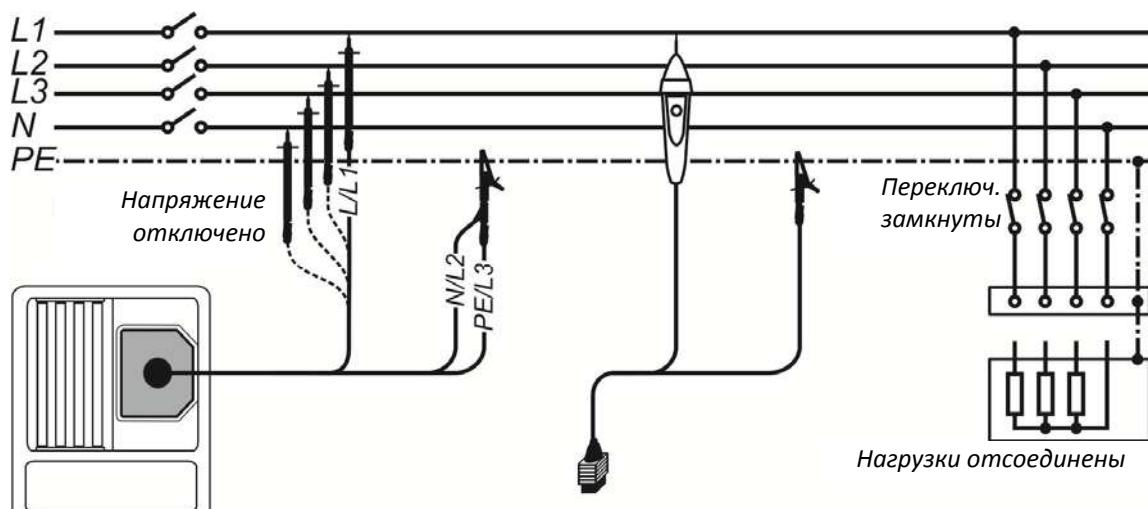

Рисунок 5.3: Подключение 3-проводного тестового кабеля и щупа с наконечником «Tip commander» ( $U_N \leq 1 \text{ кВ}$ )
- Подключите измерительный кабель к прибору и тестируемому элементу (см. Рисунок 5.3: Подключение 3-проводного тестового кабеля и щупа с наконечником «Tip commander» ( $UN \leq 1 \text{ kV}$ )